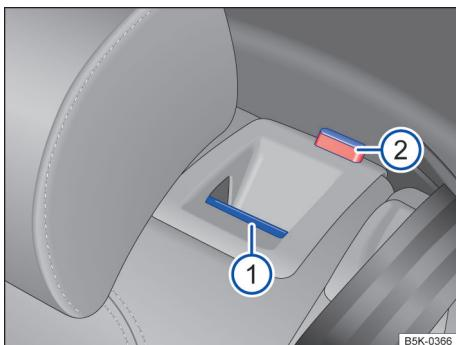

Fig. 64 No encosto do banco traseiro: botão de des travamento.
- Puxar o botão de destravamento → **Fig. 64 ①** para frente e, ao mesmo tempo, rebater o encosto do banco traseiro para frente.
- A respectiva parte de encosto do banco traseiro estará destravada quando a marcação vermelha → **Fig. 64 ②** estiver visível.
- A marcação vermelha → **Fig. 64 ②** não pode mais estar visível.